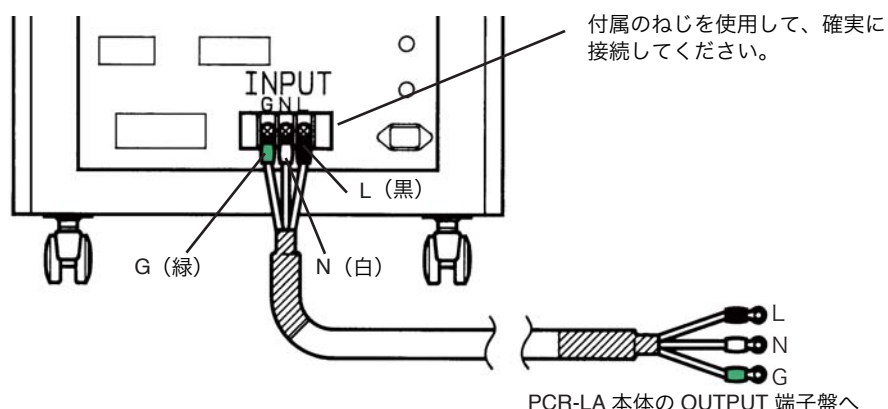

図 1-5 入力ケーブルの接続
3. 付属の入力ケーブル A を図 1-5 に従い INPUT 端子盤に接続してください。